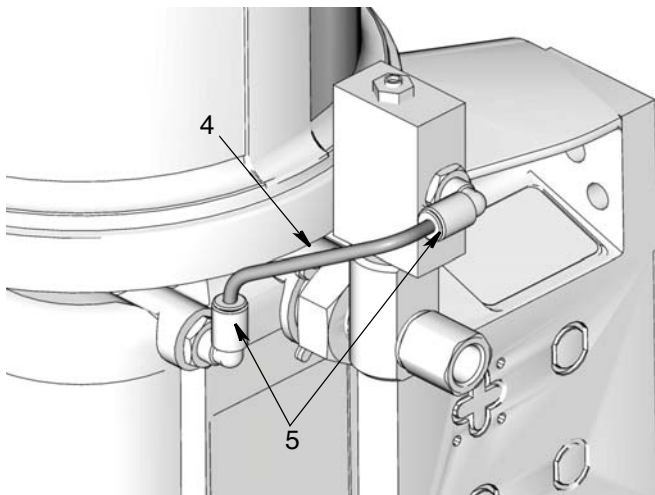

FIG. 7
14. Instale un tubo de suministro entre los dos racores de codo (5) (FIG. 7). Presiónelo para ajustarlo a su sitio.